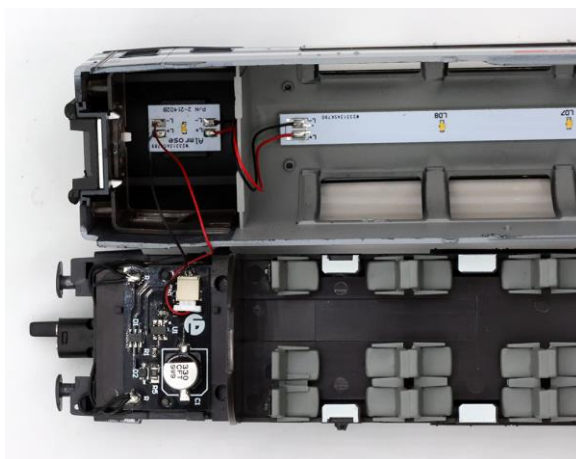

Fig. 6
6. Collegare il cablaggio delle schede luci al pcb di colore nero (Fig. 6).